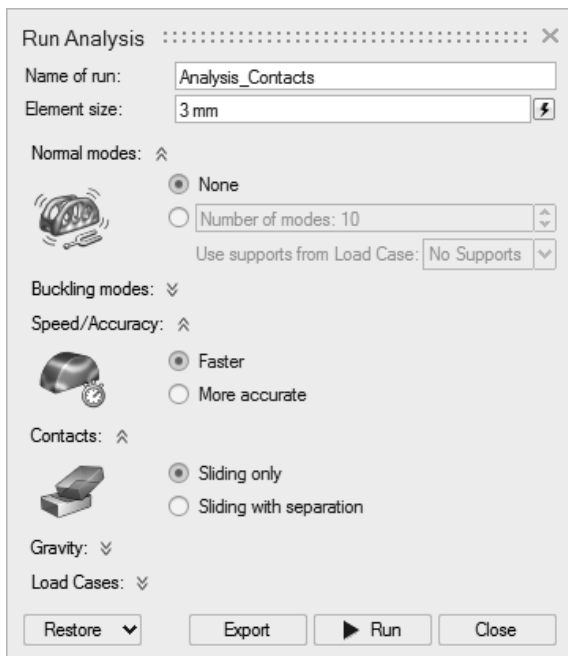

图 12-8
- 2) 请使用 3 mm 单元尺寸，并确保将速度/精度设置为更快，如图 12-8 所示。